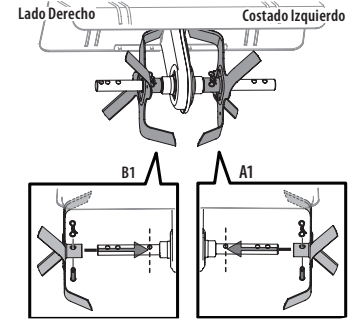

Figura 1
2. Use dos pasadores de horquilla y dos chavetas de la bolsa manual. Desde el frente de la cultivadora, instale las púas interiores LH (A1) en el lado interior izquierdo del eje. Instale las púas interiores RH (B1) en la parte interior derecha del eje. Vea la Figura 1.